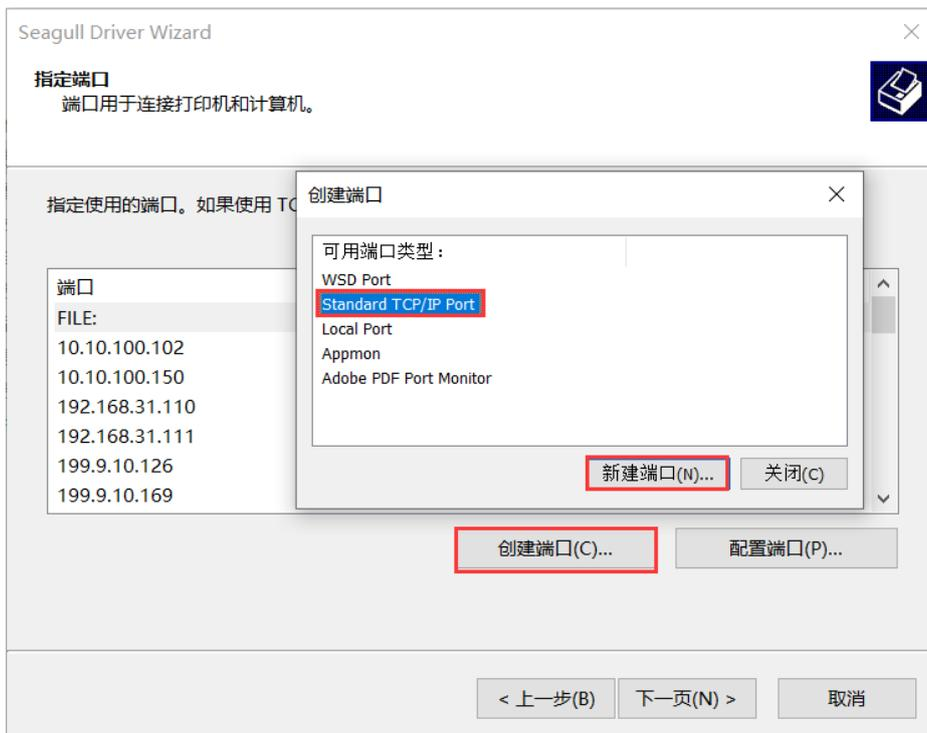

图 2-35 指定端口界面
5. 在“指定端口”界面中，点击“创建端口”，弹出“创建端口”对话框，选择“Standard TCP/IP Port” - “新建端口”，如图 2-35 所示。